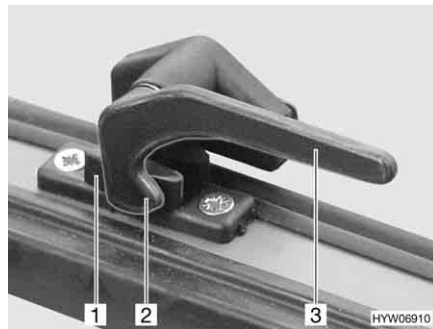

Bild 50 Låsarm i läget "stängd"
- Sväng låsarmen (Bild 50,3) ett kvarts varv mot fönstrets mitt.
- Sväng låsarmen (Bild 50,3) ett kvarts varv mot fönsterkarmen. Låsspaken (Bild 50,2) är placerad på insidan av fönsterlåset (Bild 50,1).
- I läget "helt stängt" (Bild 50).